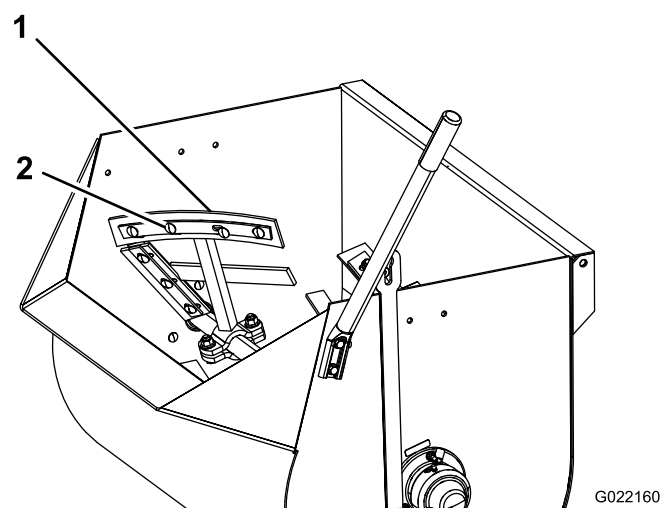

Figura 29
3. Afloje las tuercas y los pernos que sujetan las hojas a las paletas (Figura 29).